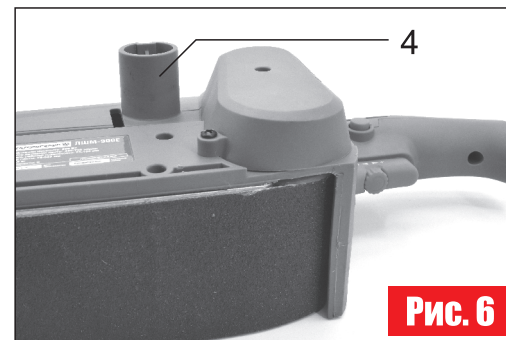

Рис. 6
2. Плотнo наденьте трубку контейнера для пыли (5, Рис.7) на патрубок системы пылеудаления (4, Рис.6).